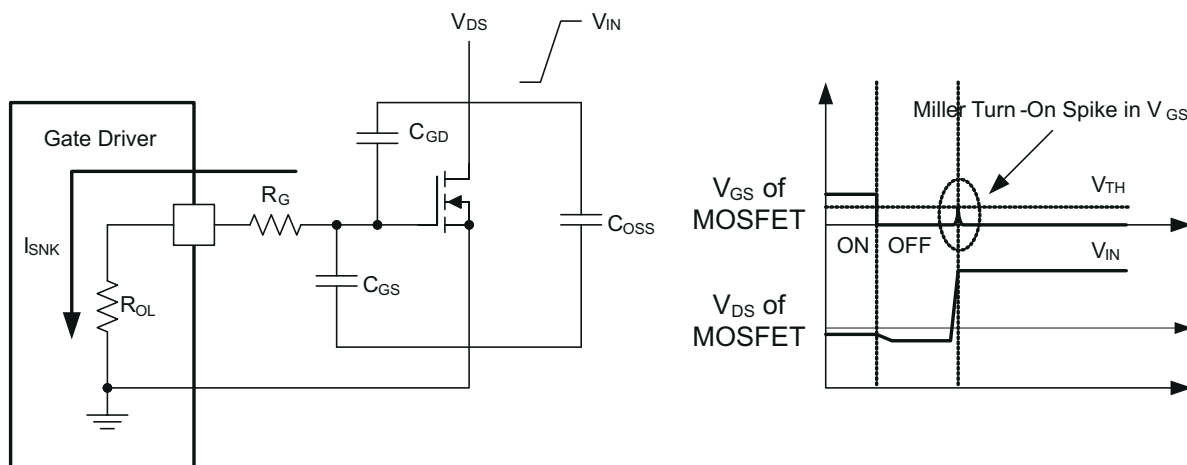

图 6-5. UCC27614-Q1 中的低下拉阻抗 (输出级可减轻米勒导通效应)
需要关注米勒导通效应问题的一个示例是同步整流 (SR)。在 SR 应用中，当 MOSFET 已经由栅极驱动器保持在关闭状态时，MOSFET 漏极上会发生 dV/dt 。在该高 dV/dt 由驱动器的下拉级进行分流期间，电流会使 C_{GD} 米勒电容放电。如果下拉阻抗不够低，那么电压尖峰可能会导致 MOSFET 的 V_{GS} ，从而导致杂散导通。图 6-5 中展示了该现象。